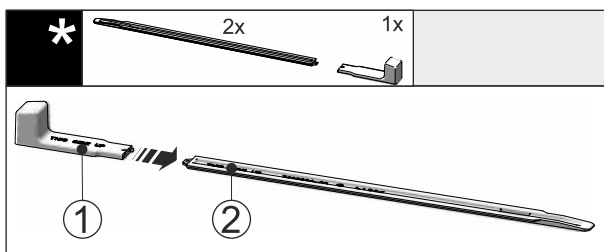

Fig. 52
- ▶ Montážní úchyt Fig. 52 (1) připevníte k nivelační liště Fig. 52 (2).